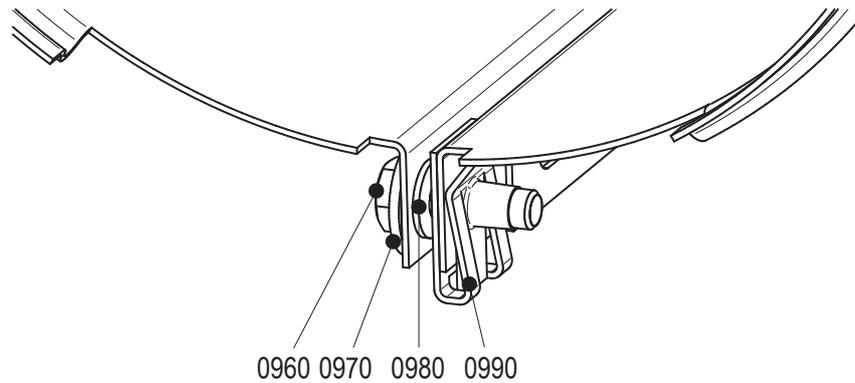

Figure 8: Installation de l'enveloppe.
- 1 Desserrez les boulons (0960). Voir figure 8.
- 3 Fermez l'enveloppe et posez un boulon (0960). Voir figure 8.
- 5 Fermez l'enveloppe et posez un boulon (0960). Voir figure 8.